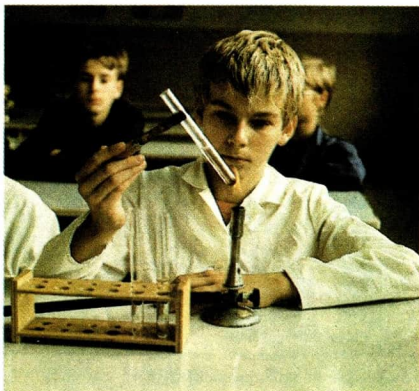

Abb. 4
- ① Mit welchen Vorgängen in der Natur beschäftigen sich Physik und Biologie?
② Nenne Stoffumwandlungen, die dir aus dem täglichen Leben bekannt sind!
**Forderungen beim Experimentieren.** Das Untersuchen von Stoffen und Stoffumwandlungen erfordert zielgerichtetes Experimentieren und sorgfältiges Beobachten. Experimente ermöglichen, Fragen an die Natur zu stellen und zu beantworten (Abb. 4).